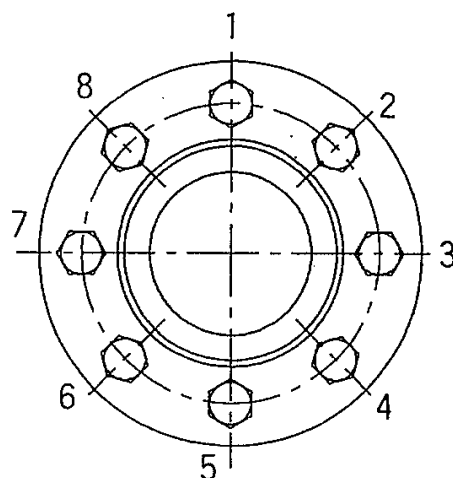

図 3 ボルトの締付け順序例
4. 他の締付ボルトを図 3 に示す順番にて、所定の締付トルク MA の約 $1/4$ 程度で、締付け角度約 30 度ずつ締付けてください。